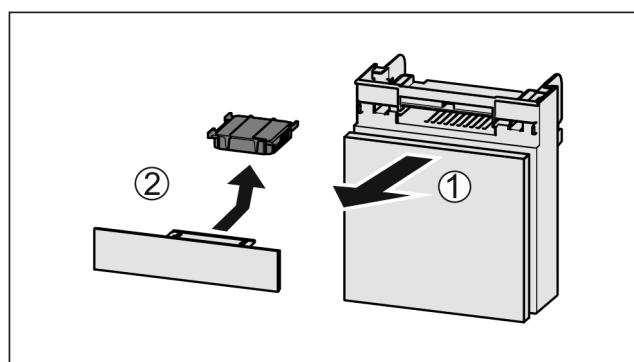

Fig. 76
- Rafi öne doğru dışarı çekin Fig. 76 (1).
- Aktif karbon滤resini çıkarın Fig. 76 (2).